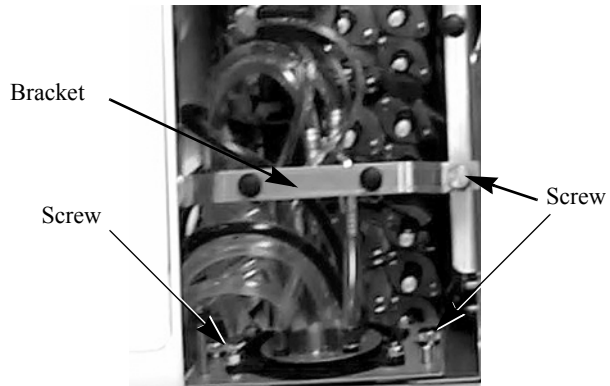
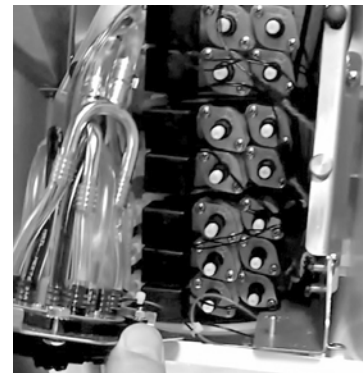

Figure 65.
Figure 66.
1. Desserrer la vis qui maintient le support (voir Figure 65) et retirer le.
2. Desserrer les deux (2) vis moletée qui maintiennent l'assemblage de vanne au bas du compartiment et les enlever.
3. Soulever l'assemblage de vanne et le tourner de 90° afin que les vannes de réglage de débit soient accessibles (voir Figure 66).